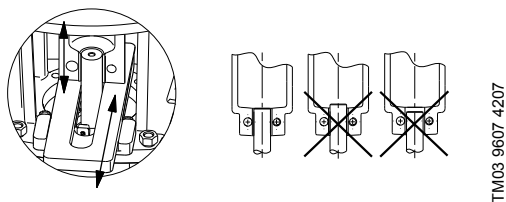

Рис. 3 Установка муфты
4. Вручную или с помощью направляющей рамы (поз. G) установить муфту (поз. 8) на вал так, чтобы верхний торец вала насоса был заподлицо с нижней кромкой внутренней полости муфты. Смотри рис. 3.